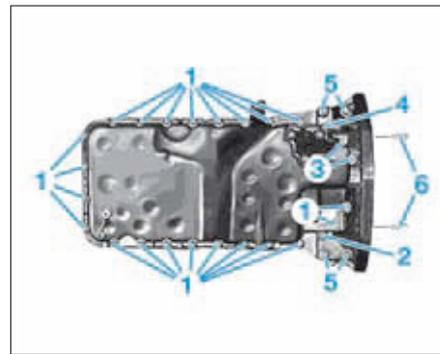

FIG. 18
- Déposer les vis du carter d'huile dans l'ordre inverse de l'illustration (Fig.18).
- Respecter l'ordre de serrage du carter d'huile (Fig.18).